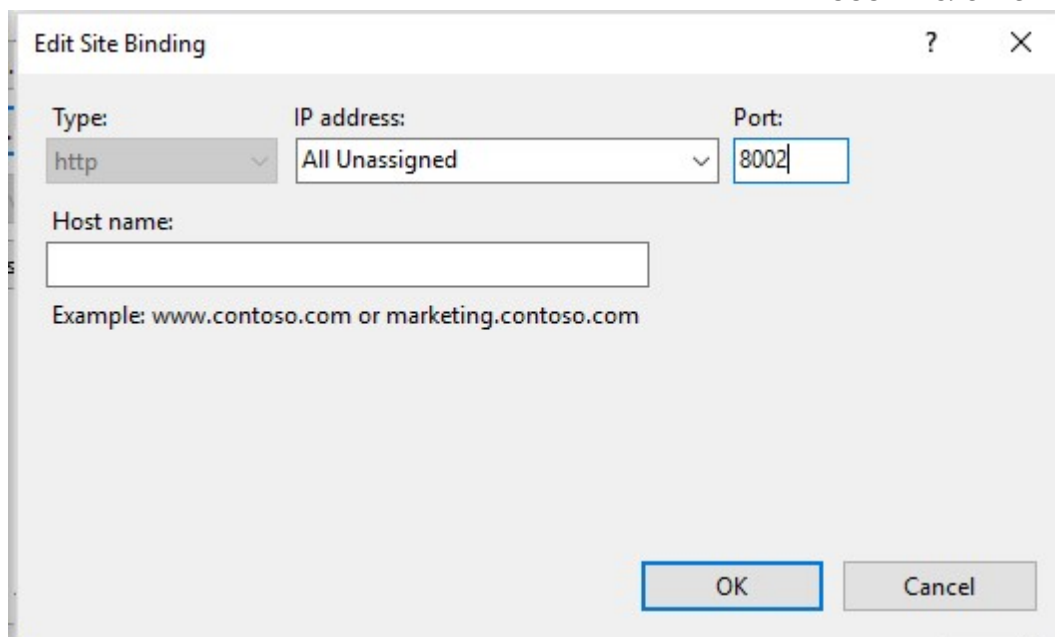

Рисунок 37. Диспетчер служб IIS – привязки – настройка номера порта
е) Измените существующие привязки, как показано на рис. 37, и укажите в параметре «Port (O)» (Порт (выход)) значение по умолчанию «8002». Указанный номер порта должен совпадать с номером порта службы онлайн-карт в службе IIS.